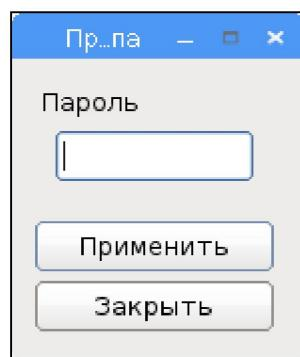

Рисунок 5 – Вид окна «Права доступа»
2. Получить права доступа к настройкам УИПС. Для этого в основном меню необходимо выбрать вкладку «Система» и открыть меню «Права доступа». В появившемся окне (рисунок 5) нужно ввести пароль (указан в паспорте УИПС ЛЕФМ.001.00.000 ПС) и нажать кнопку «Применить».